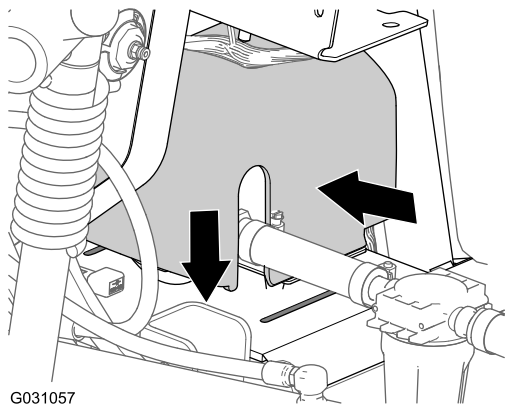

图 239
2. 将冲洗泵盖放到冲洗泵的鞍形板上图 239。
3. 同时按压冲洗泵盖的两边并将泵盖的凸耳与鞍形板对齐图 239。
4. 将凸耳插入插槽然后放开泵盖的两边图 239。